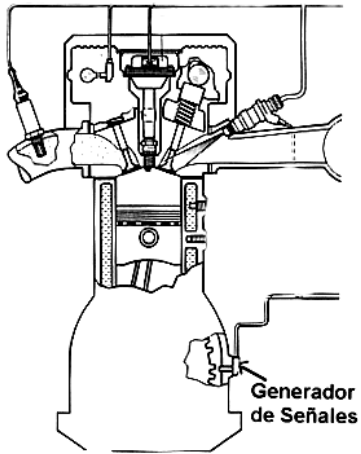

Figura 2.24
- En los automóviles europeos la forma básica es la que se muestra en la figura 2.24